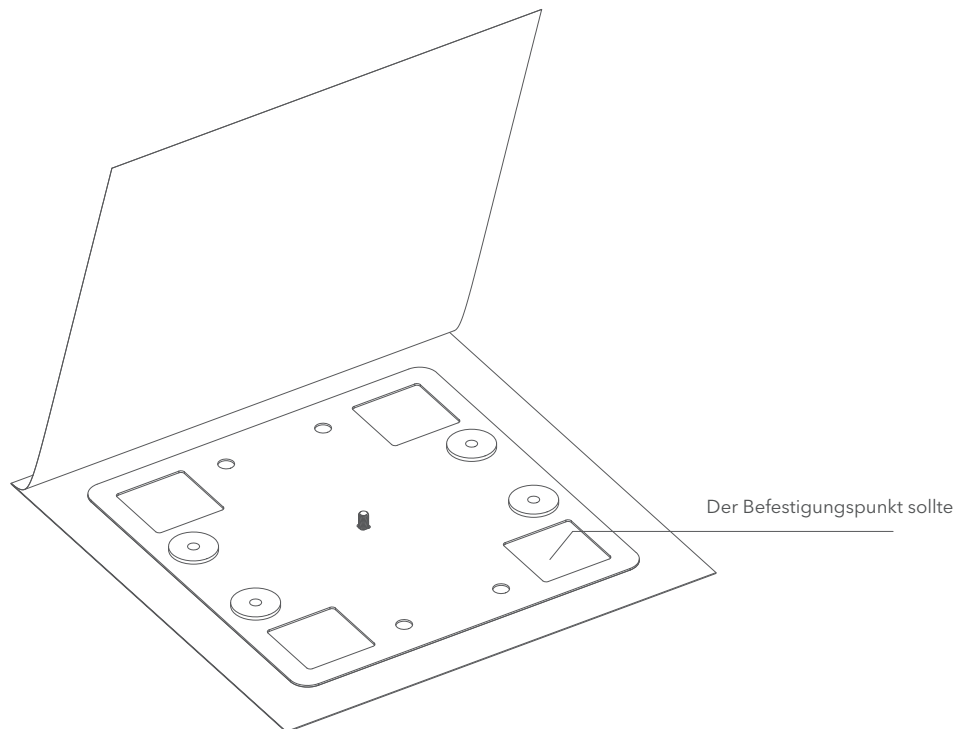

Abb. 4: Verschweißen der Membran an den Befestigungspunkten.
- 3** Die Membran mit den Abmessungen 510 x 510 mm anbringen und Löcher für die Schrauben bohren. Die Membran an den vier Befestigungspunkten und an der gesamten Befestigungsfläche von 50 mm verschweißen (Abb. 4).